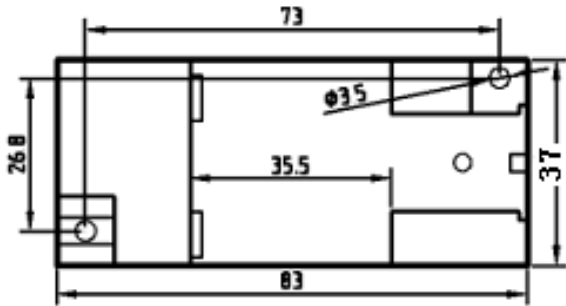

图9 安装尺寸图
- ① 把变送器固定卡槽一侧勾在安装导轨上;
- ② 向下牵动弹簧销;
- ③ 使变送器卡口套在安装导轨上;
- ④ 松开弹簧销, 变送器卡在安装导轨上。
- ① 按图9所示的螺孔位置在固定板上打直径为4mm孔;
- ② 使用小于 $\Phi 3.5$ 的螺钉插入孔中固定。